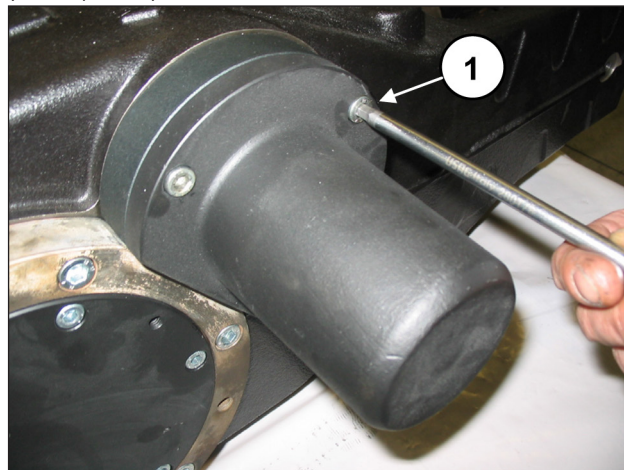

Рис. 8
Отвинтите крепежные винты с крышки хвостовика вала (поз. ①, Рис. 8) и снимите ее с вала BOM.